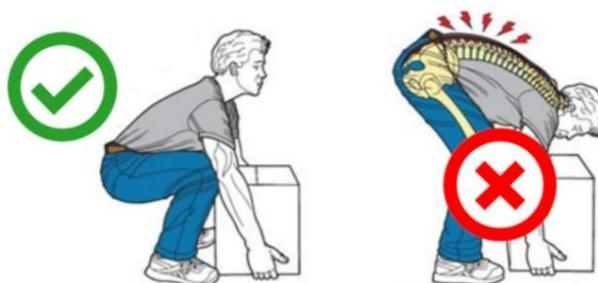

Fig. 6-3 – Técnica de levantamiento
- Flexione las rodillas (en un ángulo de 90°) y use los músculos de las piernas para levantar la carga. Levante la carga lentamente, manteniendo la espalda recta (Fig. 6-3);